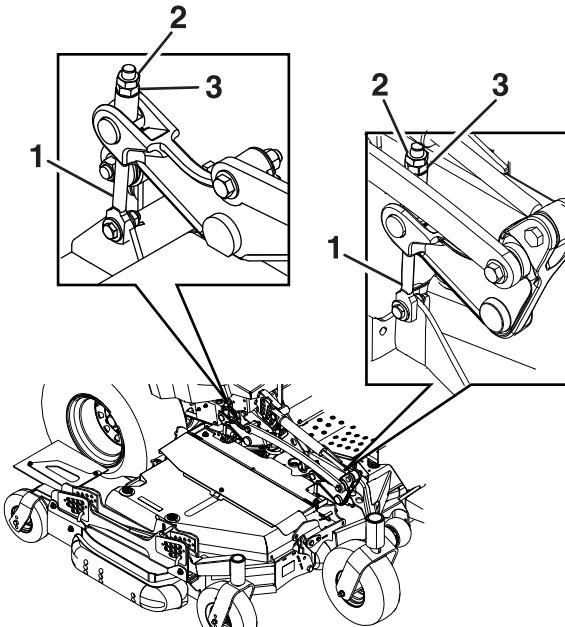

Figure 76
5. Si les 4 dispositifs de réglage du tablier (Figure 76) ne disposent pas d'un réglage suffisant pour produire la hauteur de coupe précise avec l'inclinaison souhaitée, vous pouvez utiliser le système monopoint pour obtenir un réglage supplémentaire.
6. Pour régler le système monopoint, commencez par desserrer les boulons de fixation des plaques de hauteur de coupe avant et arrière (Figure 76)
Desserrez les écrous de blocage au sommet de chaque dispositif de réglage du tablier. Ajustez précisément le dispositif de réglage du tablier avant en le tournant pour obtenir la hauteur correcte pour les pointes des lames avant gauche et droite du tablier central (Figure 76).